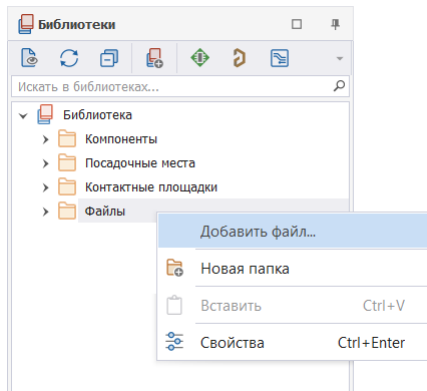

Рис. 326 Добавление файла в библиотеку
2. Из контекстного меню выбрать «Добавить файл», см. Рис. 326.